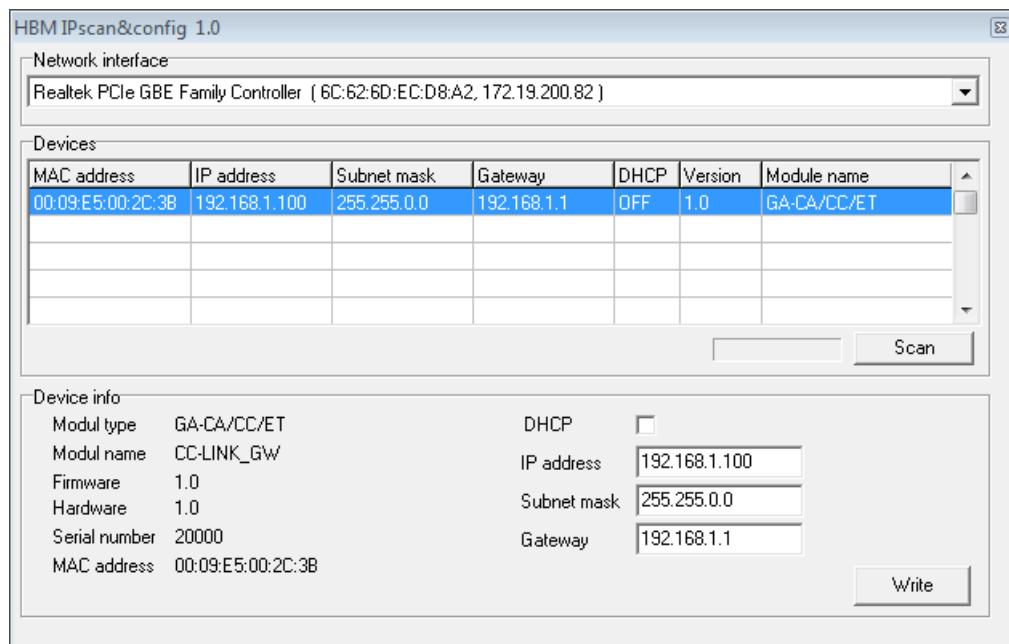

図 3.2： ゲートウェイ機器でスキャンを行った後のウィンドウ
ィンドウHBM IPscan&configが開きます（図 3.2をご覧ください）。
7. *Scan*をクリックすると、利用可能なゲートウェイ機器をもれなく調査します。検出したゲートウェイ機器は、リストに表示します（図3.2）。スキャンで検出するゲートウェイ機器には、利用するネットワークとは別のエリア（ネットワークセグメント）で割り付けたネットワークアドレスを持つものも含まれます（図の例では、パソコンのIPアドレスが、172.19.200.82になっています）。